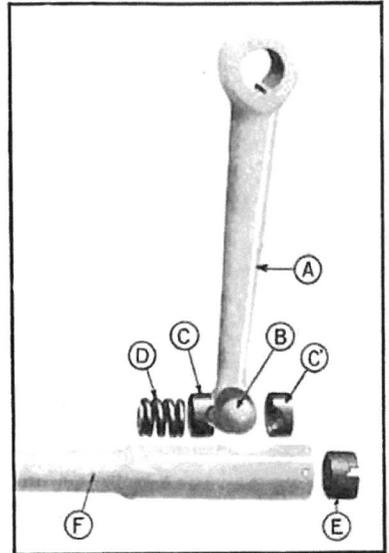

Fig. 228. — Montage du boîtier AR. de la barre de commande de direction.
*Boîtier AR.* : Placer en premier lieu le ressort (D), ensuite les deux noix de la rotule (C et C'), puis le bouchon du boîtier (E). (Les bouchons des boîtiers ne seront momentanément vissés que sur deux ou trois filets) (fig. 228).